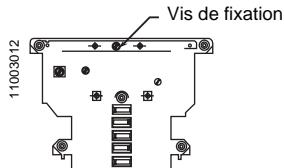

Figure 5 : Centre de distribution monophasé
- Si le centre de distribution à disjoncteur principal n'est pas utilisé comme panneau d'entrée de service, retirer la vis de fixation du neutre en laiton comme indiqué aux figures 5 et 6.